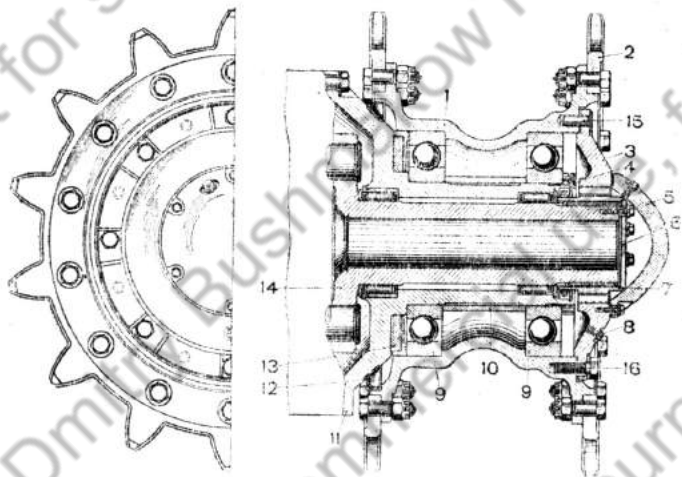

Рис. 193. Ведущее колесо (разрез):
Ведущие колёса расположены по бортам в задней части танка. К корпусу ведущего колеса 1 (рис. 193 и 194) крепятся два зубчатых венца 2. В корпус ведущего колеса запрессованы два шарикоподшипника 9. Между подшипниками ставится распорная
2. Отвернуть болты и снять муфту 3 (рис. 193).
1. Перед сборкой сальник 13 (рис. 193) пропитать нагретой смесью из 80% солидола и 20% графита. В нагретой до 90° смеси выдержать сальник 10—15 минут.